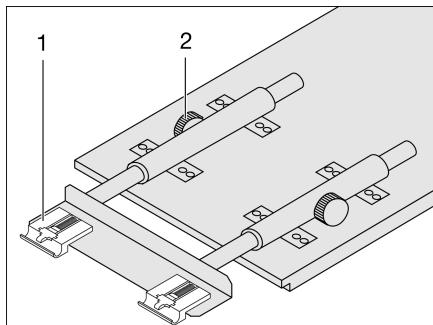

Fig. 97 Allungare il tavolo sospeso
- Svitare le viti a testa cilindrica zigrinata (Fig. 97,2).
- Sollevare leggermente il piano del tavolo in avanti ed estrarre fino all'arresto. La prolunga del tavolo (Fig. 97,1) è completamente estratta.
- Sollevare leggermente il piano del tavolo e spingerlo all'indietro fino all'arresto. La prolunga del tavolo (Fig. 97,1) è completamente rientrata.